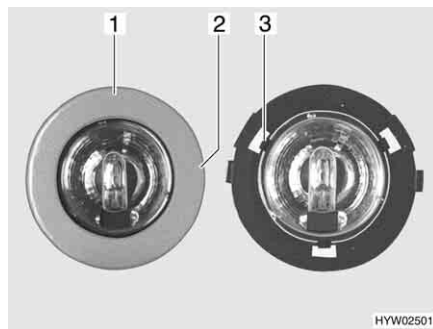

Fig. 155 Lampada alogena a incasso
- Girare lentamente il diaframma (Fig. 155,1) finché il nasello (Fig. 155,2) dell'involucro non si arresta a scatto nella scanalatura sottostante del diaframma.
- Tre graffe (Fig. 155,3) tengono ferma la lastra di vetro della lampada alogena nell'involucro. Spingere di lato una delle tre graffe.